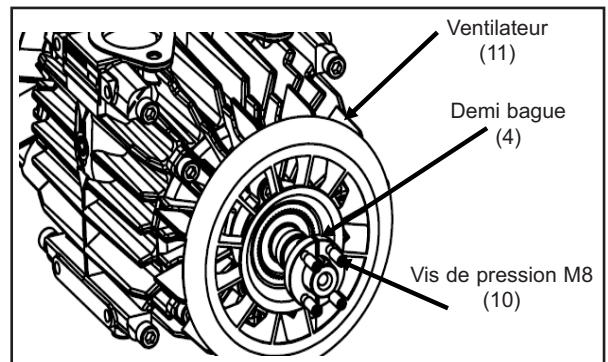

Figure 28
6. Fixez les ventilateurs (11) et les demi-bagues (4) avec les vis de pression M8 (10) enduites de Loctite® 243\*. Serrez les vis de pression au couple de 11 lbs ft (15 N.m) ; voir la figure 28.